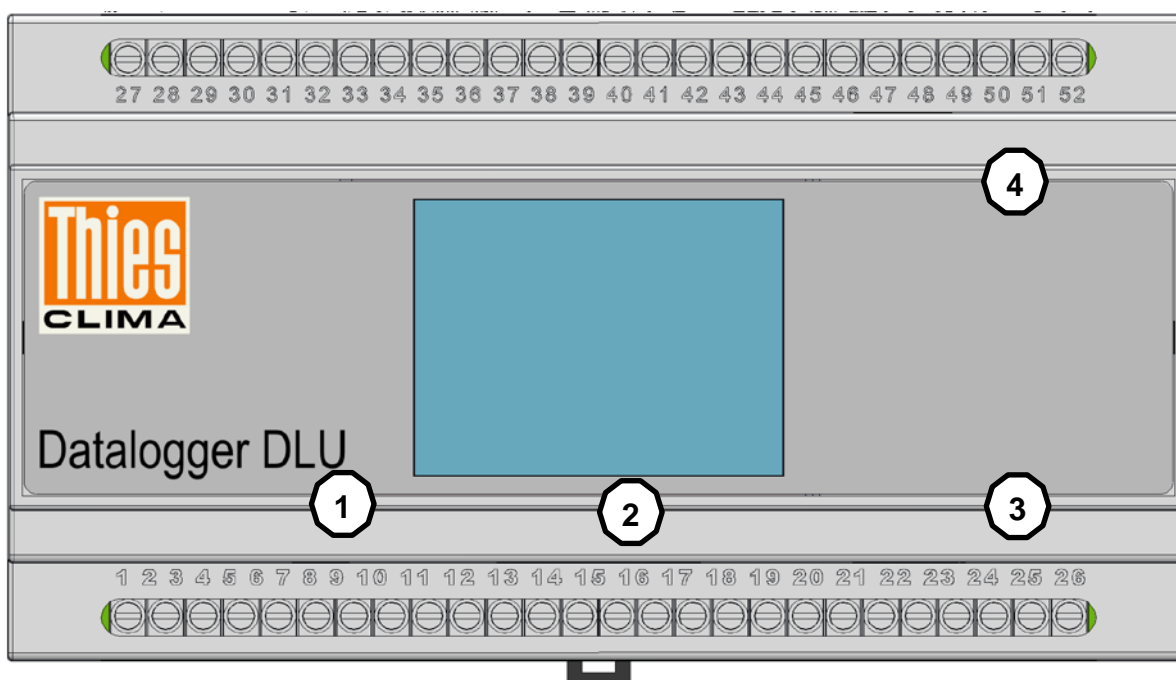

Abbildung 1: Lageplan der Anschlüsse
- USB (siehe **Abbildung 1**, Markierung ①)
- Ethernet (siehe **Abbildung 1**, Markierung ③)
Die Installation dieses Reiheneinbaugerätes (9TE, Teilungseinheiten) ist in Verteilersystemen mit üblichen 35mm Tragschienen (Hutschiene) und Abdeckungen mit 45mm Ausschnittmaß vorgesehen. Der Anschluss der Verkabelung erfolgt über Buchsenklemmen im unteren und oberen Gerätebereich (siehe **Abbildung 1**).